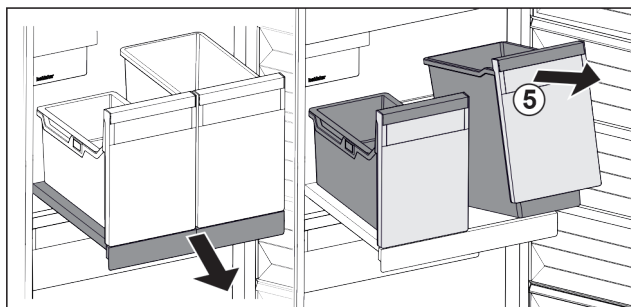

Fig. 18
- ▶ Повдигнете съда Fig. 18 (5) отпред.